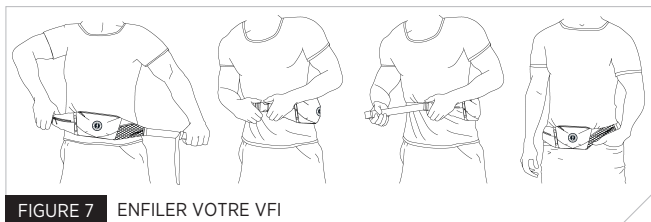

FIGURE 7 ENFILER VOTRE VFI
1. Passez le VFI autour de votre taille et attachez la boucle de la ceinture (voir Fig. 7).